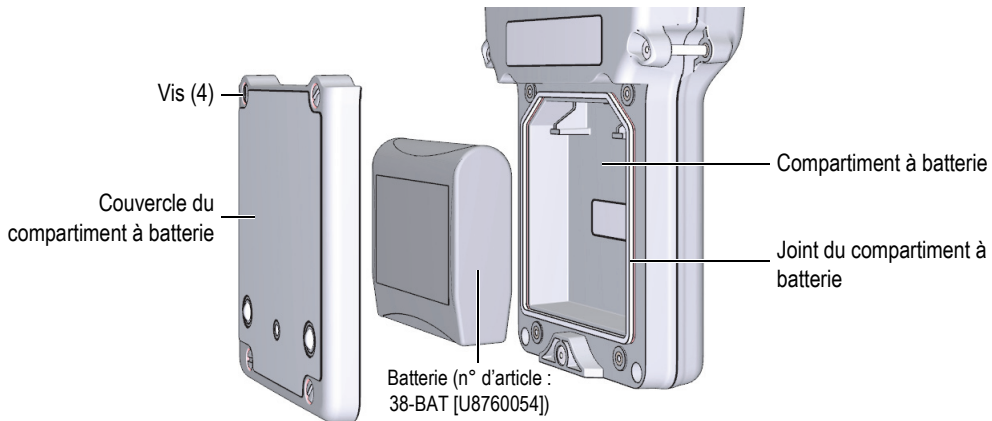

Figure 2-4 Ouverture du compartiment à batterie
La batterie se trouve dans le compartiment à batterie situé sur à l'arrière du 39DL PLUS (Figure 2-4 à la page 54).
6. À l'arrière de l'appareil, dévissez les quatre vis du couvercle du compartiment à batterie (Figure 2-4 à la page 54).